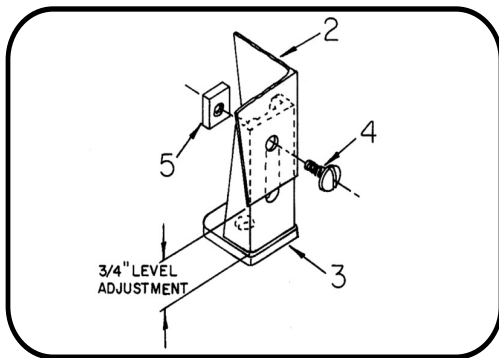

FIG 1
1. Set laundry tub upside down on clean, smooth surface. Insert legs into corner sockets on bottom of tub. Use a block of wood to protect bottom of legs and tap into sockets to lock. Install molded levelers to bottom of tub legs as shown in FIG 1.
NOTE: It is recommended that the front legs be secured to the floor using $\frac{1}{4}$ "-20 anchors (not furnished) as illustrated in FIG 1.
1. Posez le bac à lessive à l'envers sur une surface propre et plane. Insérez les pieds dans les logements des coins situés en dessous du bac. Utilisez une cale de bois pour protéger le bas des pieds et enfoncez-les dans leurs logements en tapant dessus pour les bloquer. Installez les dispositifs de mise à niveau au bas des pieds du bac comme le montre la FIG 1.
REMARQUE : il est recommandé de fixer les pieds avant sur le sol à l'aide d'attaches 20 de $\frac{1}{4}$ po. (non fournies) comme illustré en FIG 1.